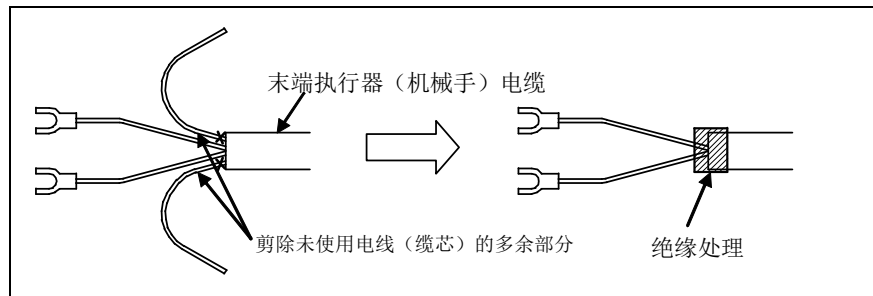

图 5 (a) 末端执行器（机械手）电缆的处理方法
- 请剪除末端执行器（机械手）电缆的未使用电线（缆芯）的多余部分并进行绝缘处理。如缠绕醋酸布胶带等。（见图5）